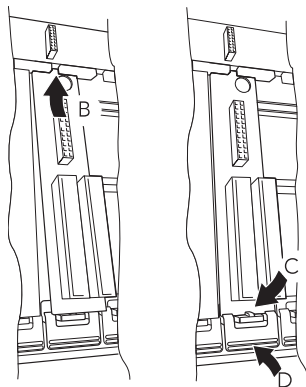

Figura 2.2.2 Instalación y desmontaje de la unidad terminal
1. Inserte la pestaña en la parte superior de la placa de circuito impreso de la unidad terminal en la ranura correspondiente de la unidad base (acción 'B' en la figura 2.2.2).